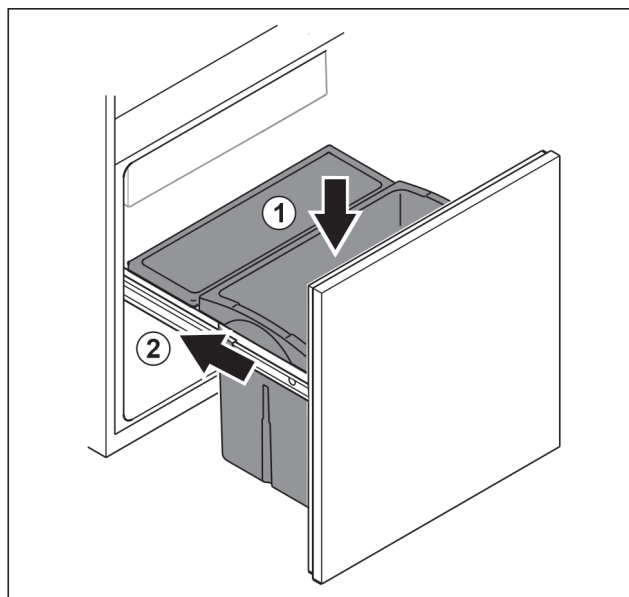

Fig. 90
- ▶ Vložte zásuvku shora. Fig. 90 (1)
- ▶ Zasuňte vysouvací vozík. Fig. 90 (2)